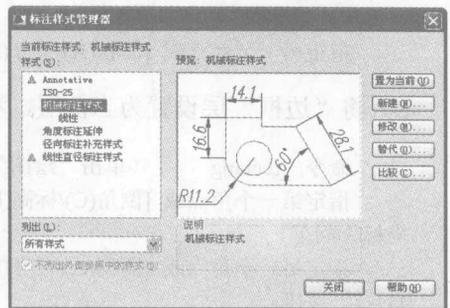

图 1-33 创建“线性直径标注样式”
3) 单击“确定”按钮，在“标注样式管理器”对话框中将“样式修改”重新命名为“线性直径标注样式”，该样式和原有的标注样式并列显示在样式列表框中，如图 1-33 所示。